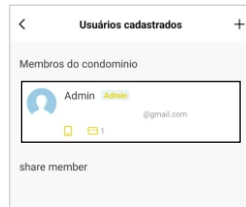

Figura 18
3. Em seguida, selecione o usuário ao qual a TAG que está cadastrando pertencerá (figura 18).